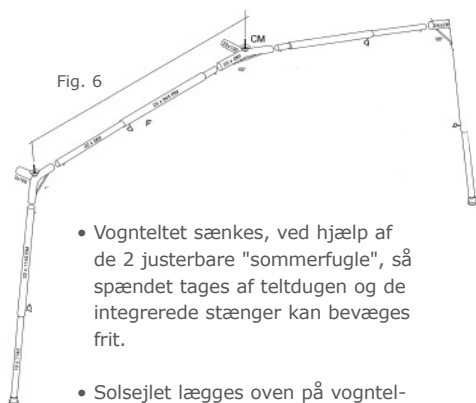

Fig. 6
Forteltets stangsystem er vist her på fig. 6
- Herefter monteres det medfølgende stangsæt (fig. 6) og solsejlet trækkes ud over stangsættet - det hele justeres og strammes.